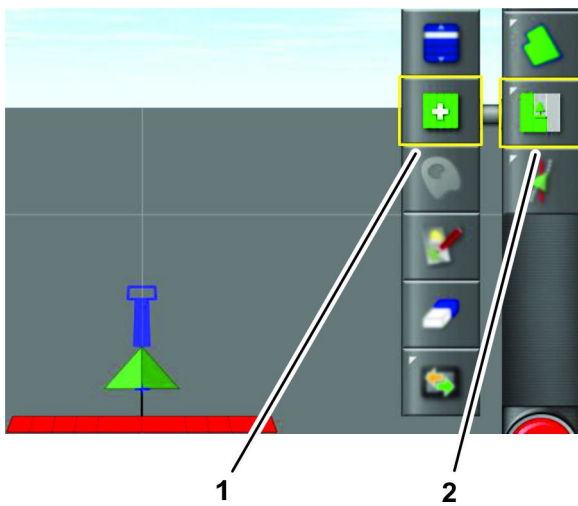

Bild 93
3. Tippen Sie auf das Jobmenü-Symbol (Bild 93).
4. Tippen Sie auf das Symbol Job auswählen (Bild 93).